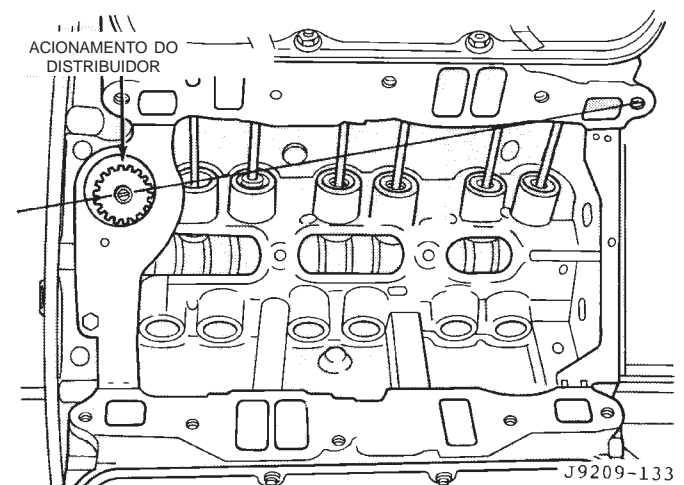

Fig. 36 Posição da Fenda do Eixo da Bomba de Óleo
(1) Gire o eixo de manivelas até que o cilindro N°1 esteja no ponto morto superior no curso da ignição.
(2) Quando nesta posição, a marca de regulagem do abafador de vibração deve estar sob "0" no indicador de regulagem.
(3) Instale o eixo para que após a engrenagem se espiralar no lugar, ela indexe com o eixo da bomba de óleo. A fenda na parte superior do eixo da bomba de óleo deve estar alinhada em direção ao orifício do parafuso de fixação do coletor de admissão dianteiro esquerdo (Fig. 36).